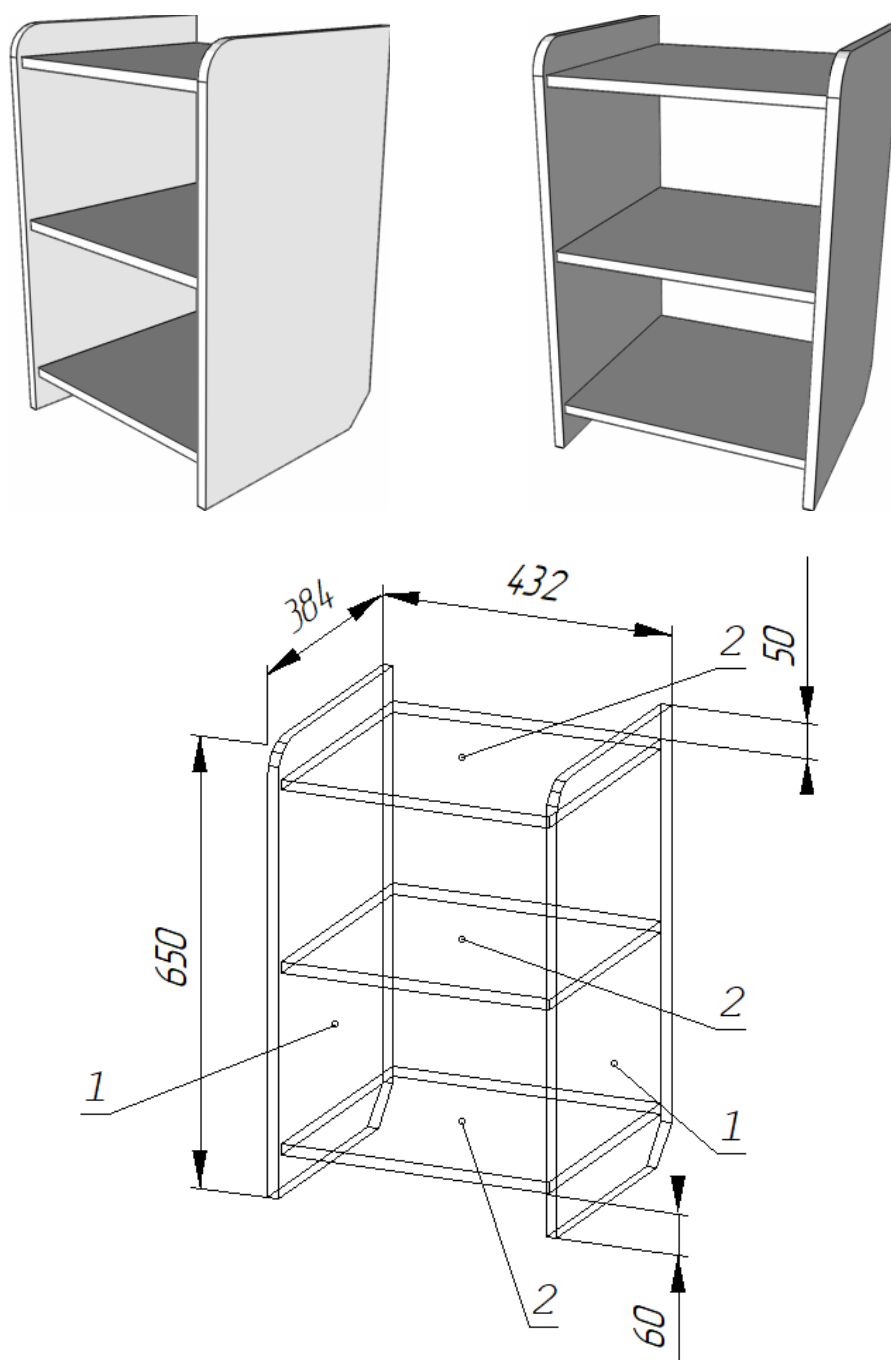

Рис. 1.2. Модель відкритої тумби
**Завдання:** в програмі *Астра Конструктор Меблів* створити модель відкритої тумби (рис. 1.2).